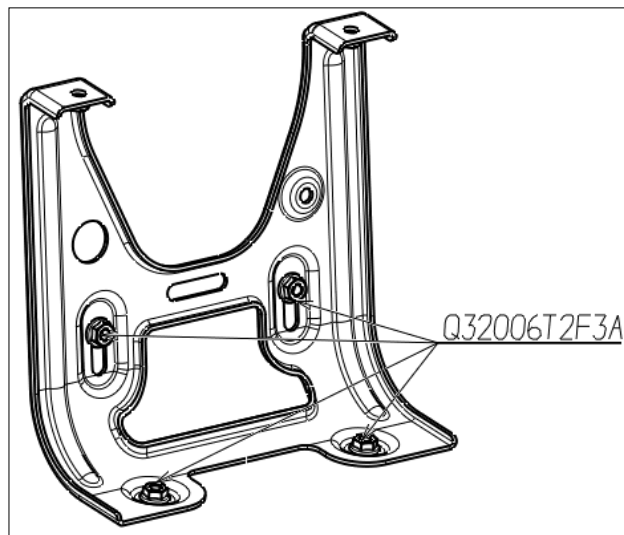

图 1.6.12 副仪表板后安装支架总成
- (1) 用10号六角套筒将固定副仪表板后部安装支架的四个螺母（Q32006T2F3A六角法兰面螺母）松开并取出。如图1.6.12所示；
(2) 安装与拆卸顺序相反。